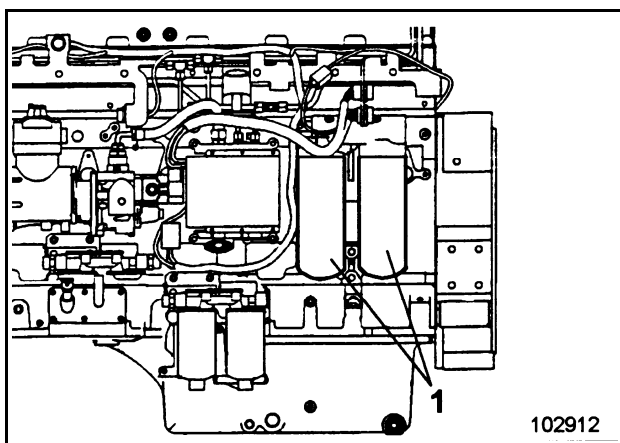

Fig. 3-17:
- Realizar el mantenimiento de los filtros (1, Fig. 3-17:) conforme a lo indicado en las instrucciones de servicio del motor.